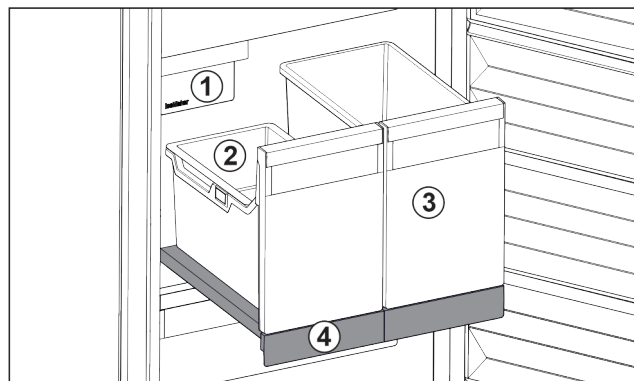

Fig. 117 带 IceTower 的拉出式搁板
- (1) IceMaker
- (2) 冰块挂盘
- (3) 比萨、酒精饮料等的容器
- (4) 拉出式搁板
拉出式搁板上有两个高容器 (IceTower)。来自 IceMaker 的冰块被收集并储存在容器 Fig. 117 (2) 中。容器 Fig. 117 (3) 适合存放较高的食物，例如比萨或酒精饮料。